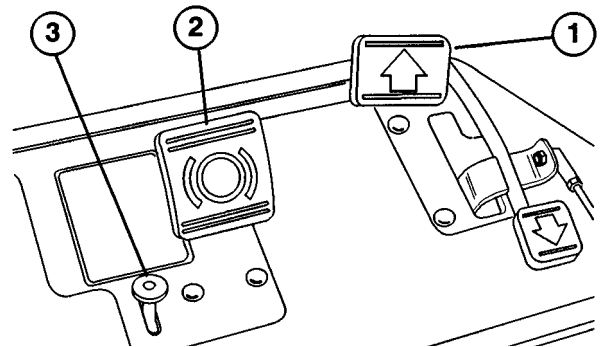
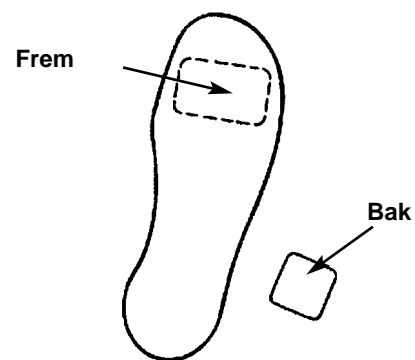

Fig. 8
Fig. 9
**Manøvrepedal** (Fig. 8)—Manøvrepedalen har tre funktioner: 1) at få maskinen til at køre fremad, 2) til at bakke og 3) til at standse. Pedalens øverste del trykkes ned for at køre fremad og den nederste del trykkes ned for at bakke eller for at standse maskinen, når den kører fremad. Man kan også sætte pedalen i frigeare, når man ønsker at standse maskinen. Man må ikke hvile hælen på pedalen i bakgear, når man kører fremad (Fig. 9).
**Bremsepedal** (Fig. 8)—Bremsepedalen aktiverer en mekanisk tromlebremse af automobiltypen. Der sidder en bremse ved hvert trækjul.
**Parkeringsbremseknop** (Fig. 8)—Når bremsepedalen trædes ned for at aktivere bremserne, så kan man ved at trykke på den lille knap, der er vist, holde bremserne aktiverede under parkering. Bremserne udløses ved at træde ned på bremsepedalen. Inden man forlader maskinen, skal man vænne sig til at låse parkeringsbremsen.